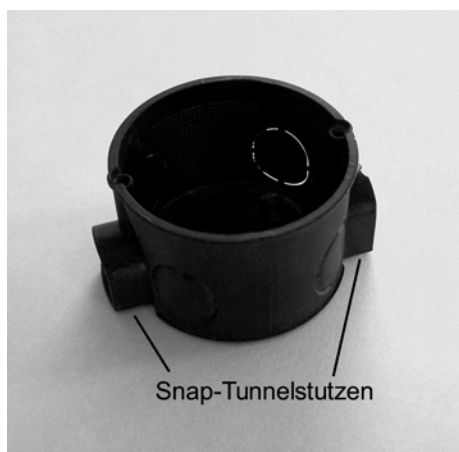

Abb. 80: Die meisten Unterputz-Gerätedosen (für Lichtschalter und Steckdosen) sind mit zwei „Snap-Tunnelstutzen“ (Ein-/Ausgängen) versehen.
- Gerätedosen (Schalterdosen), die sowohl für alle Lichtschalter und Dimmer als auch für alle Steckdosen vorgesehen sind (Abb. 80 und 88). Bis auf einige Ausnahmen verfügt jede Gerätedose über zwei Snap-Tunnelstutzen ungleicher Durchmesser, die als „Einklick-Verbindungen“ von aneinandergereihten Dosen fungieren. Wenn zwei bis vier solcher Dosen jeweils bis zum Anschlag nach Abb. 82 zusammengesteckt werden, passen auf sie alle handelsüblichen Lichtschalter- und Steckdosenrahmen.